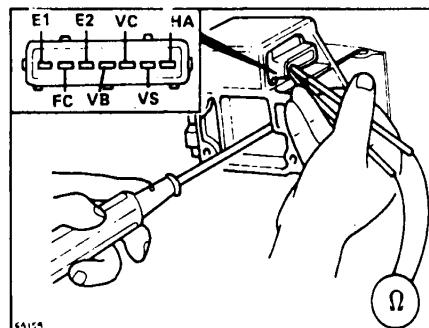

Рис. 6 Проверка датчика расхода воздуха
- Подсоедините омметр к клеммам E2 и VS датчика, рис. 6.